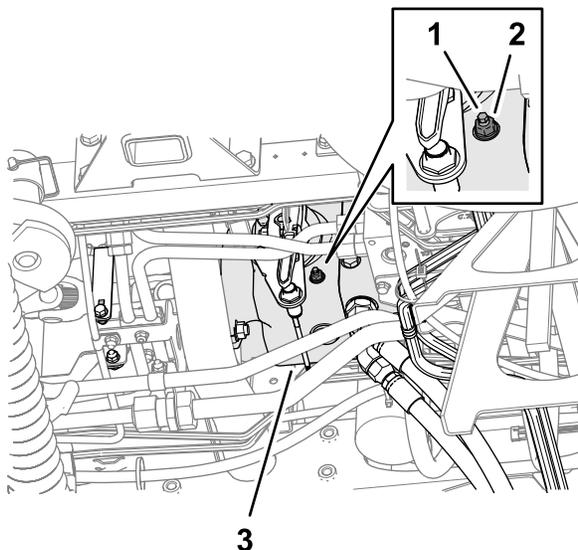

Figure 100
3. Sur le fond de la machine et à droite de la pompe de déplacement, desserrez le contre-écrou qui fixe la vis de réglage du retour au point mort (Figure 100).